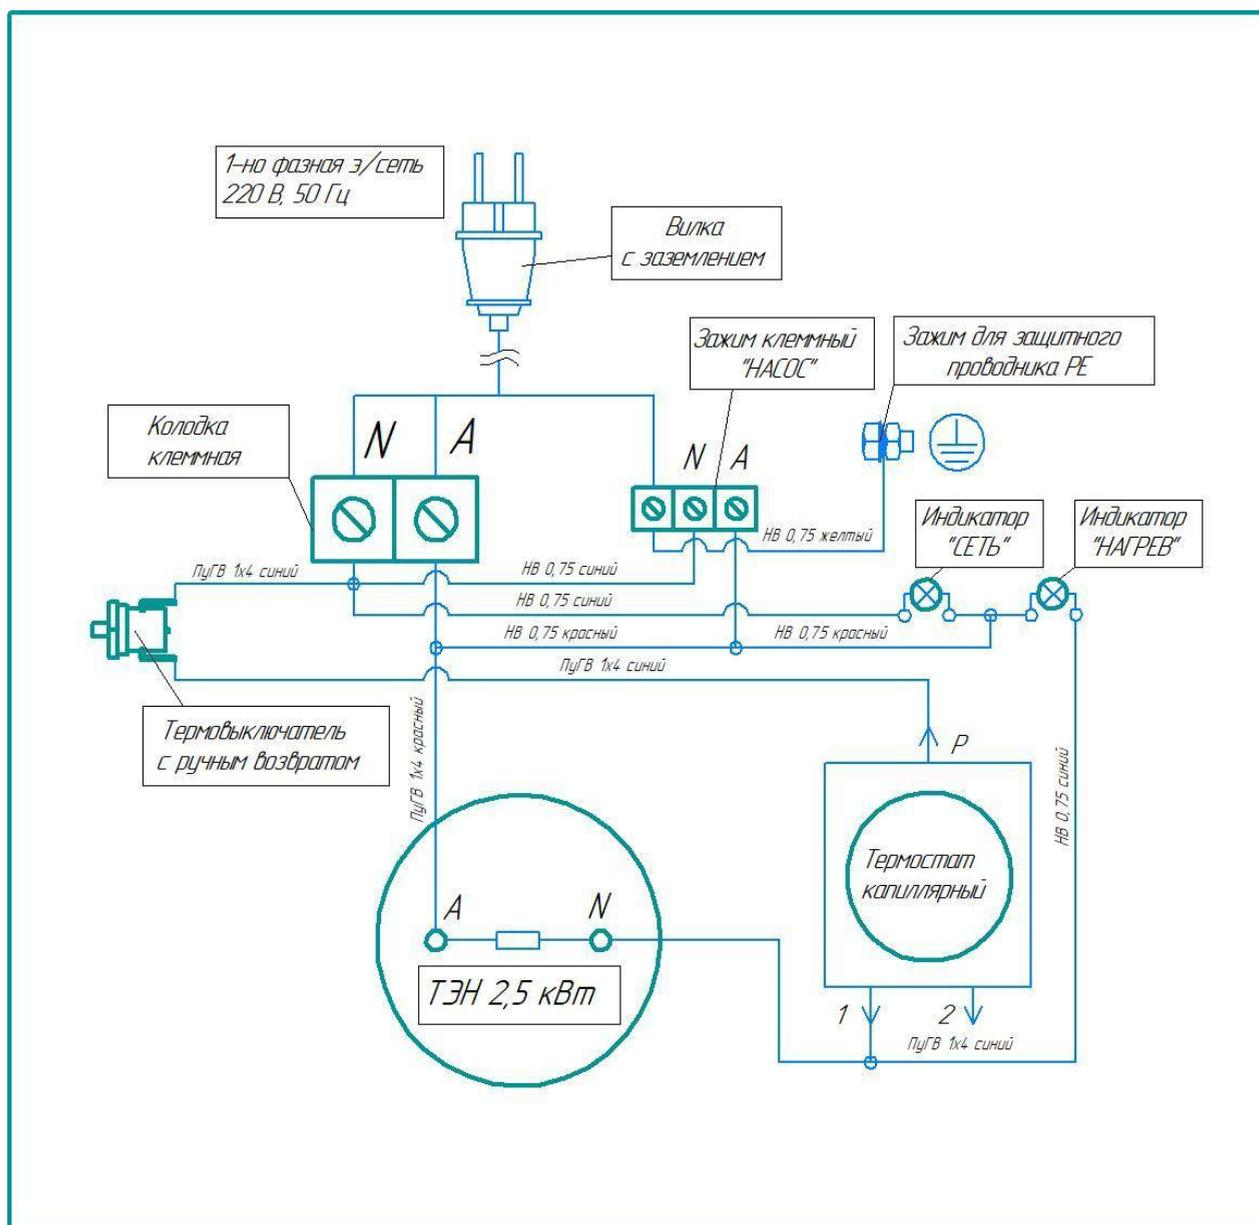

Рисунок 6
2.2 Электропитание прибора осуществляется от однофазной трехпроводной электрической сети переменного тока частотой 50 Гц, напряжением 220 В см. рис. 6 и 7.